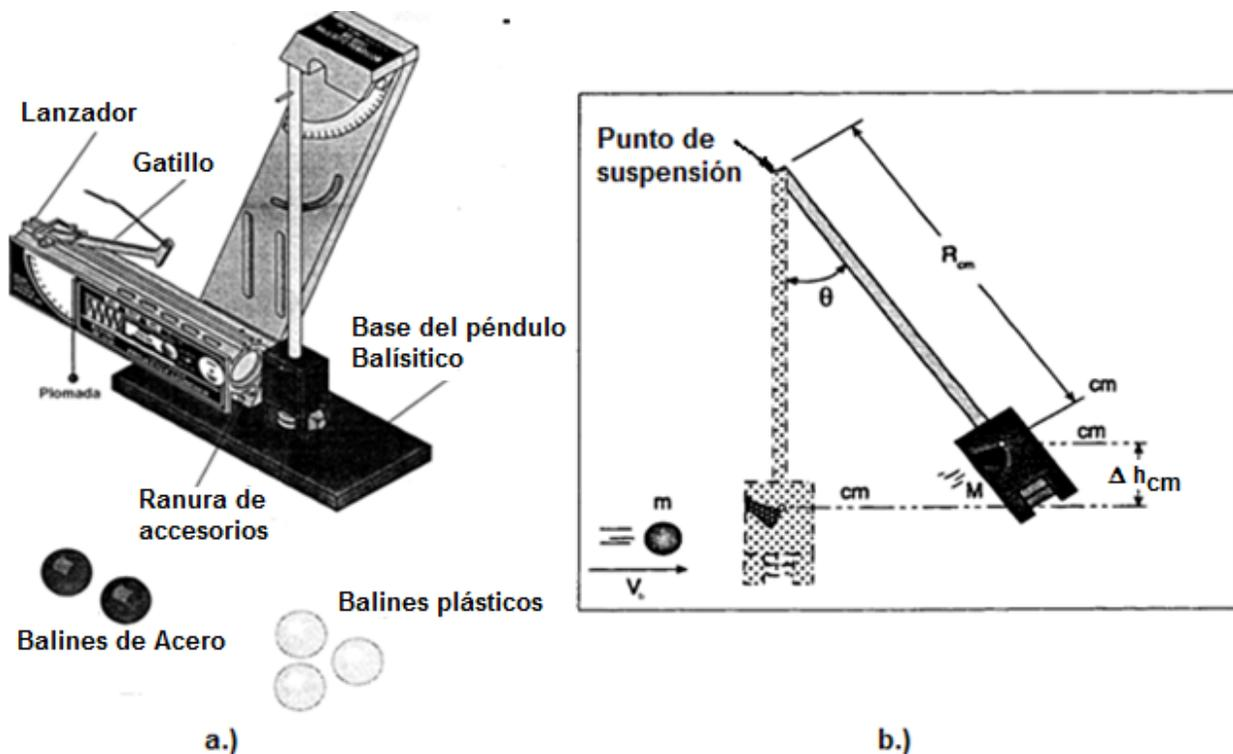

Figura 2. Montaje del Péndulo balístico.
Utilizando un péndulo balístico (Figura 2 a.), un proyectil (balín) de masa  $m$  el cual se dispara con rapidez  $v_b$ , y al chocar contra el péndulo queda incrustado en él. Como resultado del impacto el conjunto péndulo-proyectil oscila alrededor del punto de suspensión alcanzando una altura máxima  $\Delta h$  (Figura 2b.) sobre el punto donde ocurrió la colisión.
La velocidad inicial de la bola cuando sale del lanzador de proyectiles se determina disparando la bola dentro del péndulo y observando el ángulo máximo que alcanza el péndulo (**ver figura 2**) La velocidad aproximada de la bola se encuentra utilizando la siguiente ecuación (1):